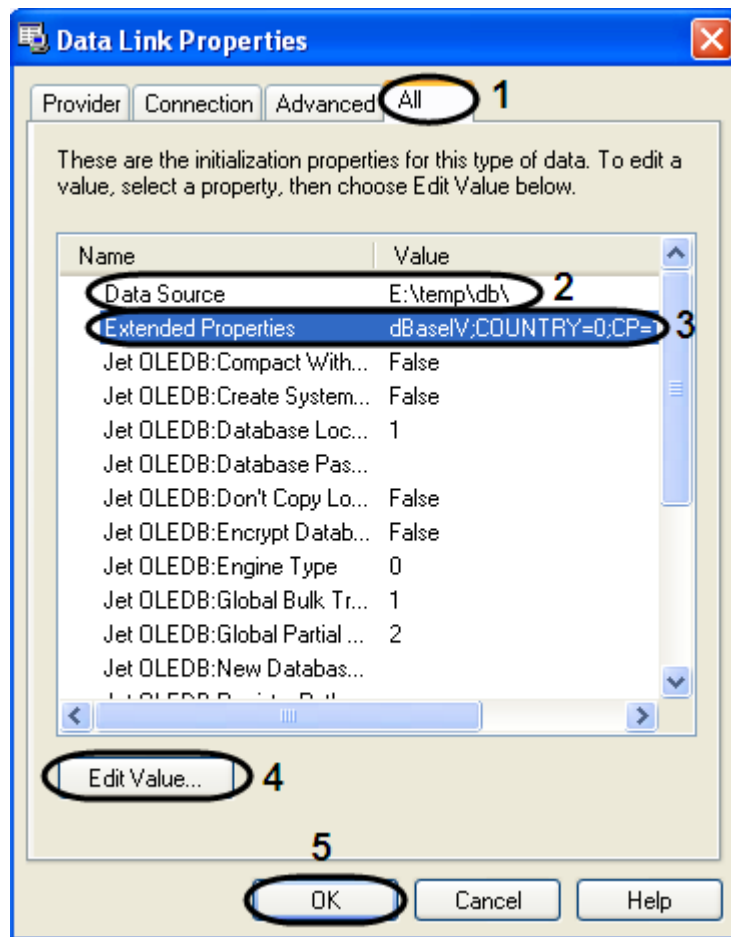

Fig. 9.3-6 All tab
10.3. Then go to the All tab (Fig. 9.3-6, 1).
10.4. Set the path to «.dbf» files in the value range «Data Source (Fig. 9.3-6, 2).
10.5. In the value range «Extended Properties» state «dBase IV;COUNTRY=0;CP=1252:LANGID=0x0409» (Fig. 9.3-6, 3).
10.6. To change the property value click the button «Change value...» (Fig. 9.3-6, 4).
10.9. Click OK to close the window «Edit property value» (Fig. 9.3-6, 5).